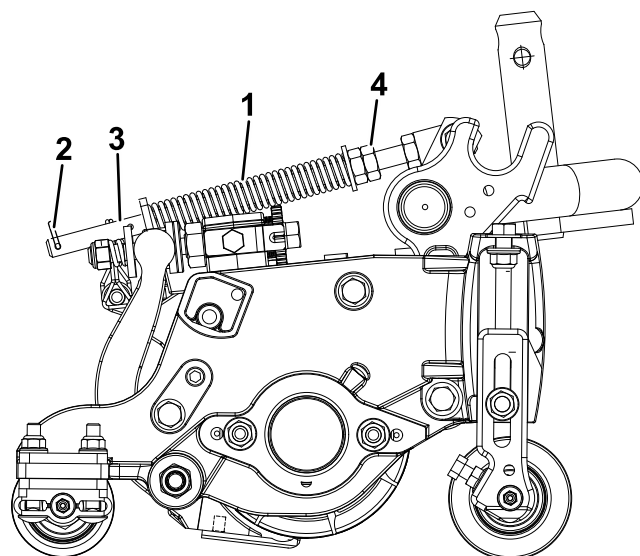

Bild 11
2. Ziehen Sie die Sechskantmuttern vorne an der Federstange an, bis die komprimierte Länge der Feder 12,7 cm beträgt (Bild 11).
Die Rasenkompensierungsfeder (Bild 11) verlagert das Gewicht von der Front- zur Heckrolle. Dies reduziert ein Bobbing genanntes Wellenmuster auf der Rasenfläche.
1. Stellen Sie sicher, dass der Splint in das hintere Loch in der Federstange eingesetzt ist (Bild 11).